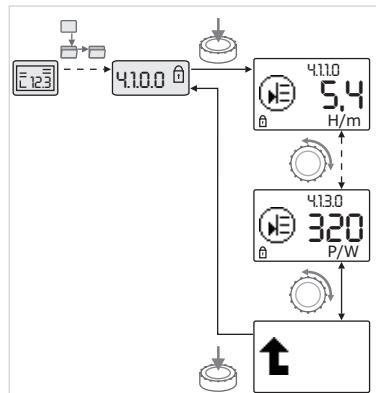

Fig. 39: Pozivanje informacija
- Okretanjem dugmeta za rukovanje podešiti stavke menija „Informacije“ trenutnog podmenija (vidi Fig. 39). Za objašnjenja podešavanja predstavljenih odgovarajućim simbolima, vidi tabelu u poglavlju 8.7 „Pregled stavki menija“ na strani 40.